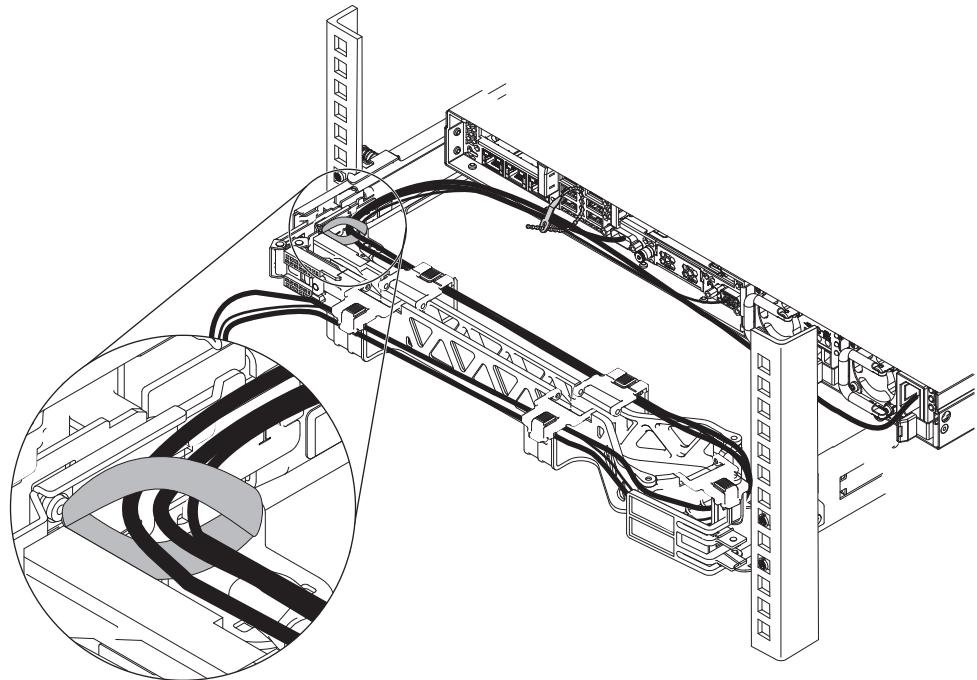

図 39. 面ファスナー・ストラップによるケーブルの固定
9. 54 ページの図 39 に示すように、ケーブルを面ファスナー・ストラップで固定します。